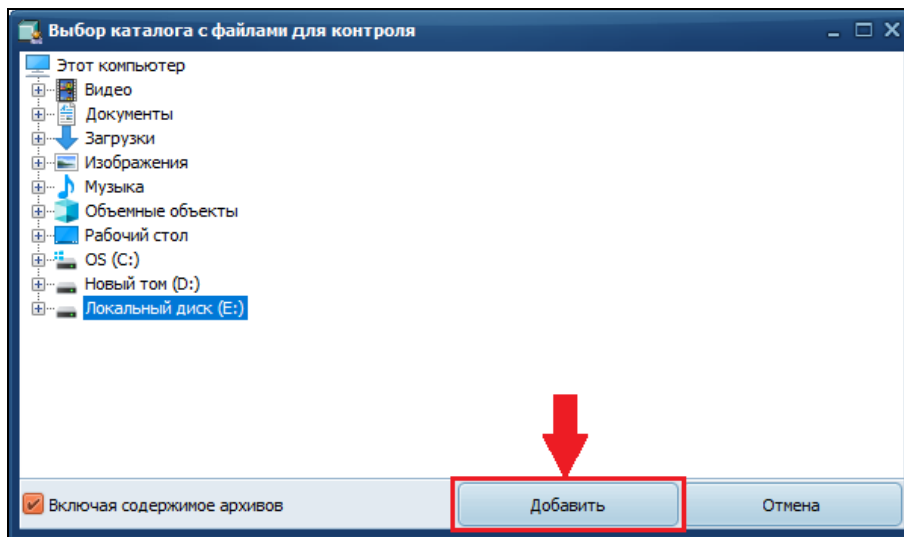

Рисунок 17 – Указание расположения файлов электронной информации для контроля
2) В открывшемся окне «Выбор каталога с файлами для контроля» указать расположение файлов электронной информации, подлежащих контролю (Рисунок 17).
3) Нажать кнопку «Добавить» (Рисунок 17).
Если включен признак «Включая содержимое архивов», размещенный в левом нижнем углу окна «Выбор каталога с файлами для контроля» (Рисунок 17), то в состав обрабатываемой информации будут включены, в том числе, файлы, расположенные в архивах, размещенных в указанной папке и ее подпапках.